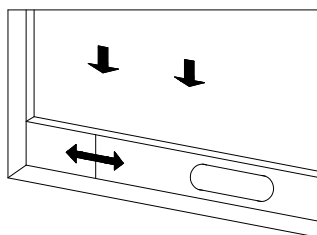

Figure 2
- 1) Ouvrez la fenêtre à moitié et fixez l'ensemble de la plaque d'étanchéité de la fenêtre à la fenêtre (comme illustré sur les figures 2 et 3). Les composants peuvent être placés dans le sens horizontal ou vertical.